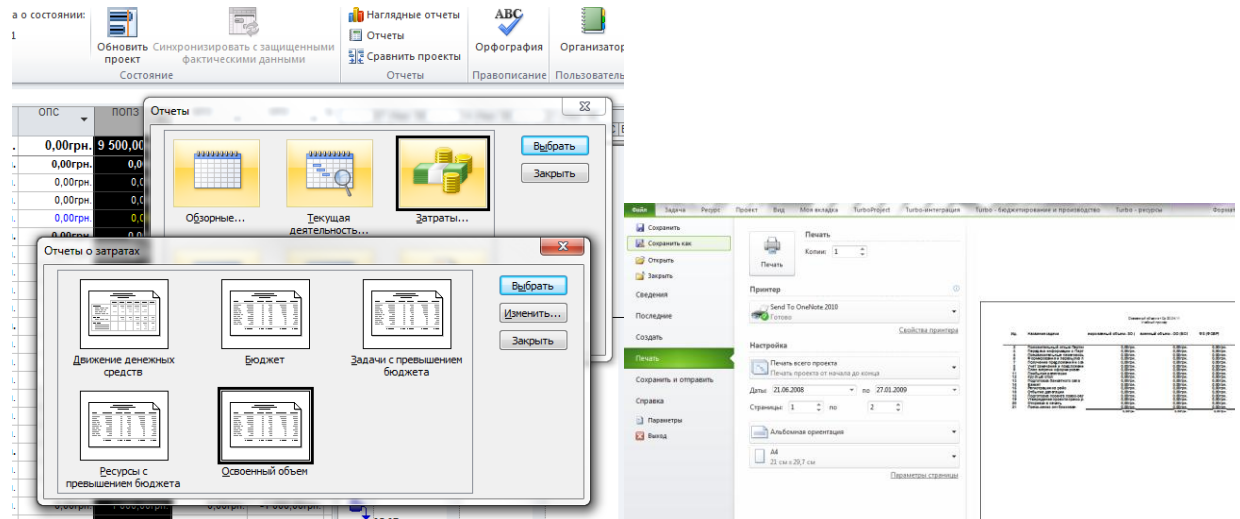

Рисунок 10.44 Текстовый отчет по освоенному объему
- Текстовый отчет – представляет показатели освоенного объема для всех задач, вычисленных на дату отчета о состоянии. Чтобы создать какой отчет, на закладке «Проект», в области «Отчеты» щелкните на одноименной кнопке. В появившемся диалоговом окне выберите категорию «Затраты», а дальше – отчет «Освоенный объем». В результате откроется окно предварительного просмотра, содержащее отчет, с возможностью распечатать отчет, Рисунок 10.44.